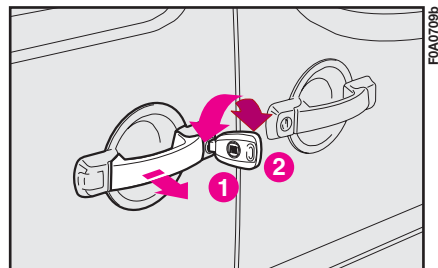

fig. 110
**Apertura:** ruotare la chiave in posizione **2**-fig. 110 e tirare la maniglia di apertura nel senso della freccia quindi far scorrere la porta verso la parte posteriore della vettura fino al fermo che la arresta sul fine corsa.
**Chiusura:** agire sulla maniglia esterna e spingerla verso la parte anteriore della vettura. Ruotare la chiave in posizione **1**-fig. 110.
**Apertura:** tirare la maniglia nel senso indicato dalla freccia fig. 110 e fare scorrere la porta verso la parte posteriore della vettura.
**Chiusura:** tirare la maniglia nel senso indicato dalla freccia fig. 110, sgan-ciando la serratura e fare scorrere la porta verso la parte anteriore della vettura.